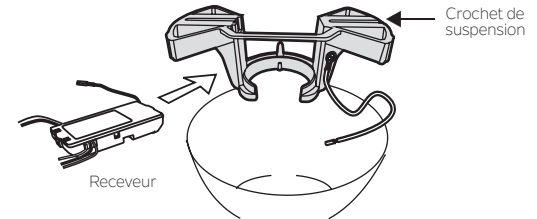

Fig. 13
**Étape 1.** Insérez le récepteur dans le support de montage au plafond avec le côté plat du récepteur face au plafond. (Fig. 13) Pour de meilleures performances, assurez-vous que l'antenne noire, située à l'extrémité du récepteur, reste étendue et ne soit pas emmêlée avec aucun des fils électriques.